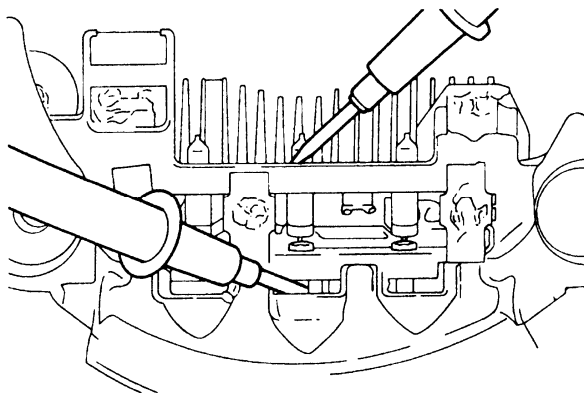

图 9-46
③ 三个二极管的检查, 可将万用电表接在各二极管的两侧来检查三个二极管的导通状况 (见图 9-46)。